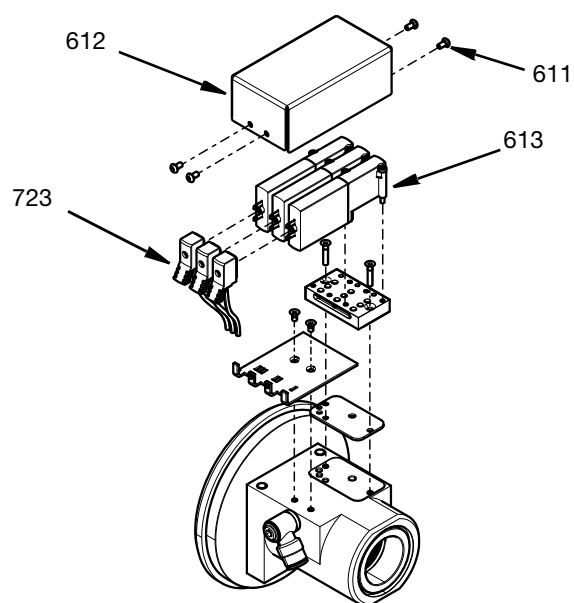

FIG. 20
12. O acesso às válvulas solenóides e ao colectador pode ser feito removendo a tampa (612) e removendo os quatro parafusos M3 (611). Os conectores de cabo (723) podem ser desconectados e as válvulas solenóides (613) podem ser removidas com os seus parafusos encaixados. Consulte a FIG. 20.